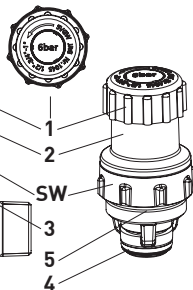

Fig. 3
Veuillez vous assurer que les deux joints toriques (4 + 5) soient montés au chapeau de remplacement (v. fig. 3) et que le filetage du chapeau ainsi que la zone d'étanchéité du joint torique dans le corps de la soupape (3) soient nettes et propres.